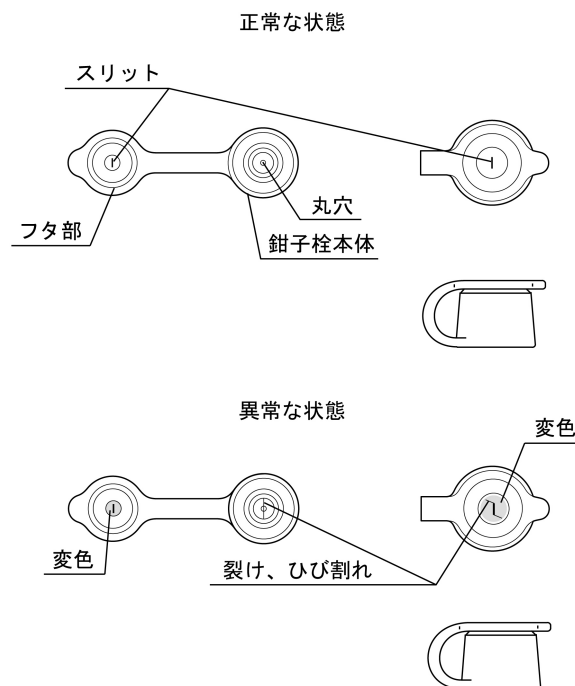

図 3
- 12.鉗子栓のフタ部のスリットまたは鉗子栓本体の丸穴に裂け、ひび割れ、変形、変色などの異常がないことを目視で確認すること（図 3 参照）。